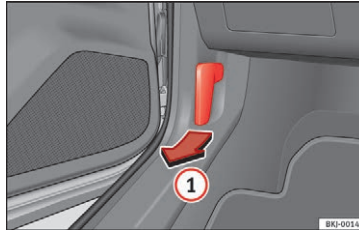

Fig. 7 Udløserarm i fodrummet i førersiden
- Åbn døren, og træk i grebet under instrumentpanelet » Fig. 7 ①.